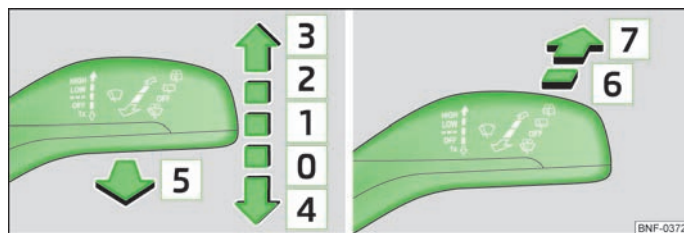

Fig. 29 Accionar o limpa-vidros dianteiro / limpa-vidros traseiro
- Se pretender limpar o pára-brisas apenas **ligeiramente**, pressione a alavanca para a posição suspensa **[4]** » Fig. 29.
- Accione a alavanca para cima, para a posição **[1]** » Fig. 29.
- Accione a alavanca para cima, para a posição **[2]** » Fig. 29.
- Accione a alavanca para cima, para a posição **[3]** » Fig. 29.
- Puxe a alavanca para o volante, para a posição suspensa **[5]** » Fig. 29; o sistema lava-vidros e o limpa-vidros começam a funcionar.
- Afaste a alavanca do volante, para a posição **[6]** » Fig. 29; o limpa-vidros funciona a cada 6 segundos.
- Afaste a alavanca do volante, para a posição suspensa **[7]** » Fig. 29; tanto o limpa-vidros como o sistema lava-vidros estão em funcionamento.
- Volte o colocar a alavanca na posição inicial [0] » Fig. 29.
- Pressione a alavanca do limpa-vidros para a posição [4] » Fig. 29, os braços do limpa-vidros deslocam-se para a posição de manutenção.
- Ligue a ignição e pressione a alavanca do limpa-vidros para a posição [4] » Fig. 29; os braços do limpa-vidros movem-se para a posição de repouso.